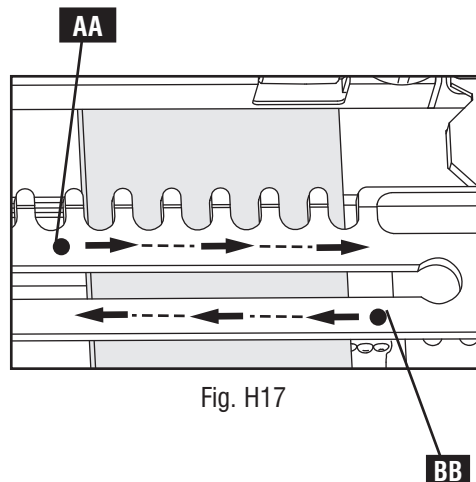

Fig. H17
5. Lors de la coupe, guider la toupie de gauche à droite contre la face arrière (AA), fig. H17, de la rainure. Guider ensuite la toupie de long de la face avant (BB) de la rainure, de la droite vers la gauche. Après le dégrossissement de la pièce avec la fraise droite suivant cette méthode, effectuer la coupe finale avec la fraise à queue d'aronde de la même manière.